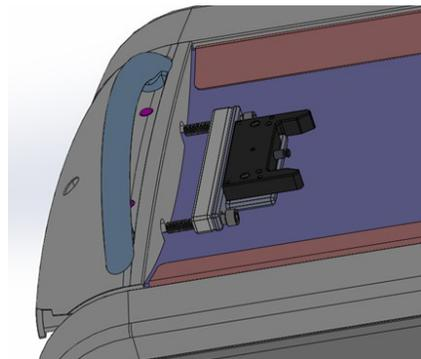

图 18
使用 (2) M12 螺栓插入 CT 床板手柄配件中, 将脚端碰锁配件固定到 Canon CT(图 18)。